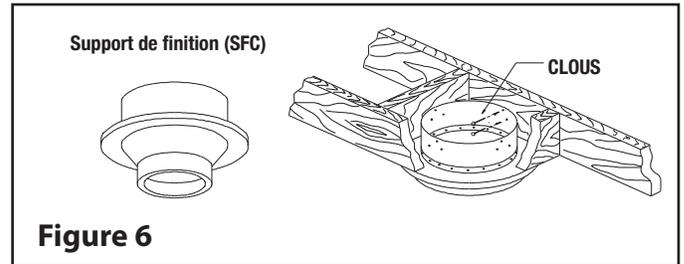

Figure 6
Étape 3 : Par en dessous, poussez le support de finition (SFC) dans l'ouverture percée au préalable. Clouez le support au boîtier encadré à l'aide de (12) clous torsadés de 3 po ou ris #8 x 1 1/2" (voir Figure 6).